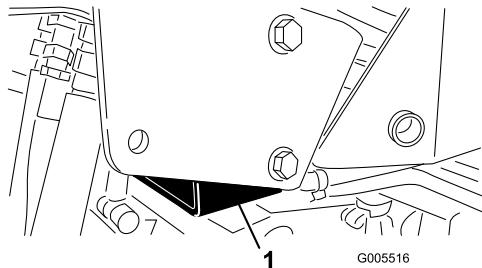

Figura 29
- A destra: sotto il tampone di sollevamento e vicino alla staffa di supporto del ROPS (Figura 29)